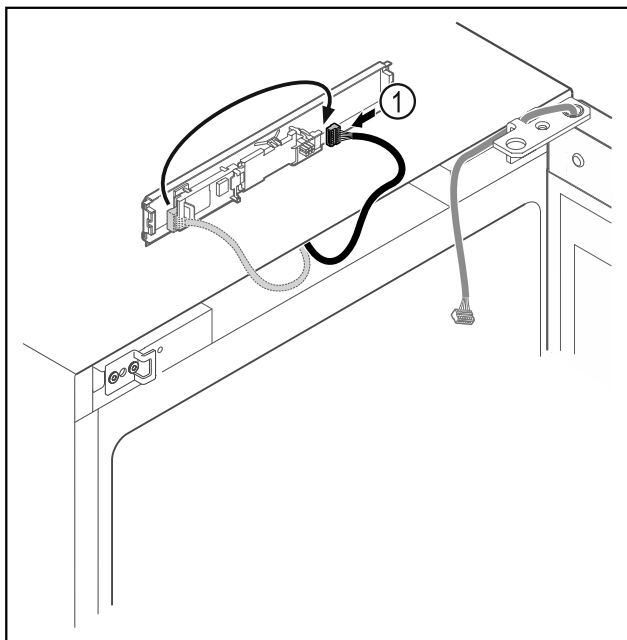

Fig. 21
- ▶ Zmeňte zapojenie zástrčky Fig. 21 (1) na doske plošných spojov.